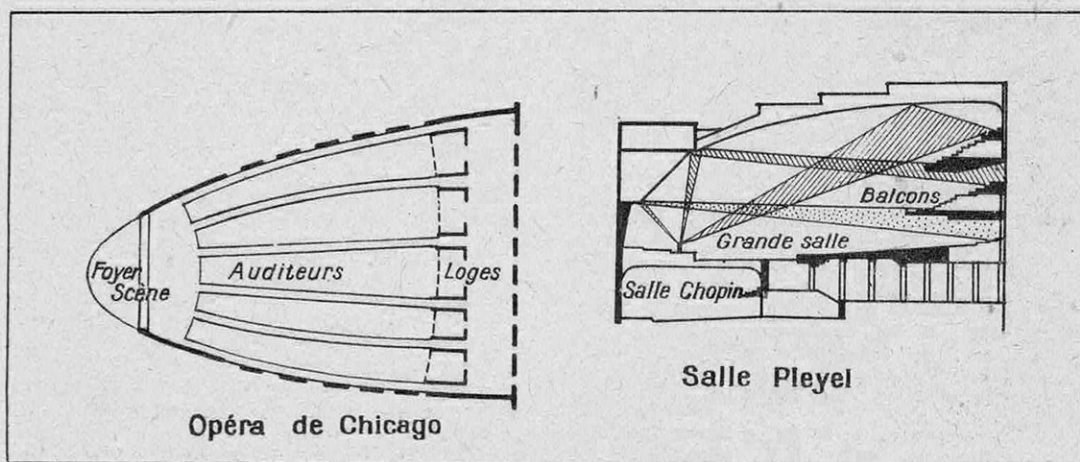

FIG. 17 ET 18. — LA SALLE PARABOLIQUE : OPÉRA DE CHICAGO (A GAUCHE) ET SALLE PLEYEL (A DROITE)
Deux dispositions se sont révélées particulièrement satisfaisantes. La *salle parabolique* utilise les propriétés des miroirs sonores : quand une onde est émise au foyer de celle-ci, placé sur la scène, elle est réfléchi par les parois et donne lieu à une onde plane qui se propage normalement vers l'assemblée et doit être ensuite absorbée par le mur du fond, ce qu'on obtient en le recouvrant d'absorbants tels que la soie de verre agglomérée. C'est sur ce principe qu'ont été construites deux salles célèbres : l'Opéra de Chicago, déjà ancien (fig. 17), et la salle Pleyel à Paris (1) (fig. 18).